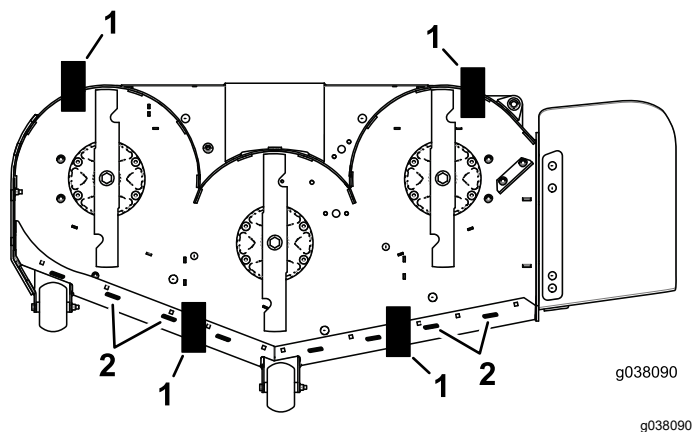

Figura 89
11. Coloque dos bloques (consulte la tabla *Altura de los bloques e inclinación*) debajo del borde trasero del faldón de la carcasa de corte, uno en cada lado de la carcasa de corte (Figura 89).